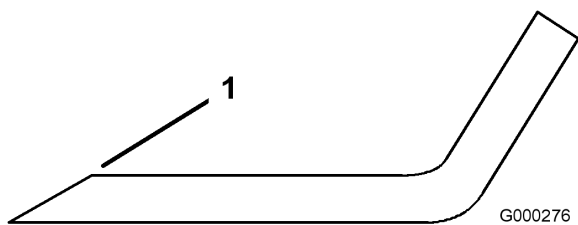

Figure 78
1. Au moyen d'une lime, aiguisez les tranchants aux deux extrémités de la lame (Figure 78) en veillant à conserver l'angle de coupe d'origine. Limez la même quantité de métal sur chacun des deux tranchants pour ne pas déséquilibrer la lame.